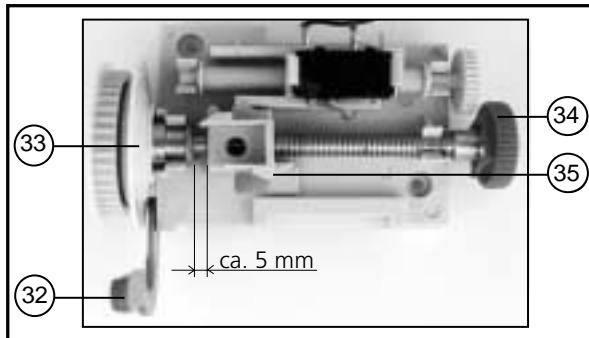

图6： 参照点设置（门处于关闭状态）
- 通过将红色的怠速杆 (32) 向前翻转，并将转轮的传动盘 (33) 向螺杆方向按压而将控制轴去联锁 (参见图6)。
- 沿顺时针方向转动滚花轮 (34)，直到控制滑块 (35) 距离控制轴左斜边约5毫米为止 (参见图6)。